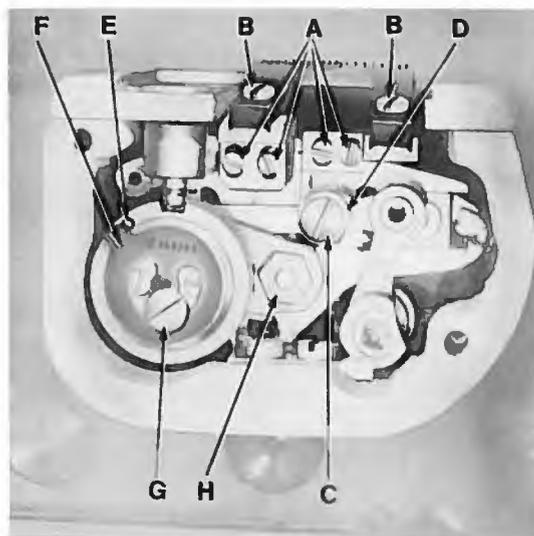

Fig. 24
This adjustment is made with screws (A, Fig. 24).
The feed dogs are centered across-the-line-of-feed to have equal clearance on all sides at the feed slots in the throat plate. For this adjustment, loosen screws (B, Fig. 24) and position feed dogs as required. Retighten screws. The differential feed dog can be set in-line-of-feed to the front or to the rear by loosening screw (C, Fig. 24) and rotating eccentric (D). Retighten screw (C).
The main feed dog can be slightly corrected in the longitudinal direction of the throat plate feed slots. Therefore loosen the nut (H, Fig. 24) and position main feed dog as required. Retighten nut (H).
Die Einstellung wird mit den Schrauben (A, Fig. 24) gemacht.
Die Transporteure werden seitlich in den Stichplattenschlitzen so vermittelt, daß sie an allen Stellen freigängig sind. Dazu löst man die Schrauben (B, Fig. 24) und verschiebt die Transporteure entsprechend. Ziehen Sie die Schrauben wieder an. Der Differentialtransporteur kann nach Lösen der Schraube (C, Fig. 24) und drehen des Exzenters (D) in Nährichtung vor-oder zurückgestellt werden. Ziehen Sie nach dieser Einstellung die Schraube (C) wieder an.
Der Haupttransporteur kann geringfügig in Längsrichtung der Stichplattenfenster korrigiert werden. Dazu löst man die Mutter (H, Fig. 24) und verschiebt den Haupttransporteur dementsprechend. Nach der Einstellung, ziehen Sie die Mutter (H) wieder an.